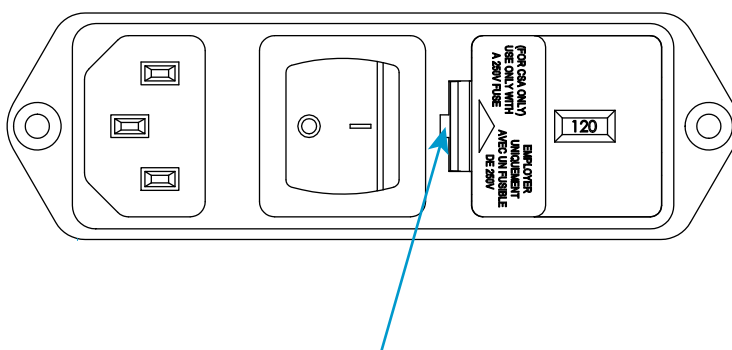

Figura 5. Estrazione del portafusibili
1. Accertarsi che l'interruttore di alimentazione sia in posizione Off (0) e scollegare il cavo dall'alimentazione. Verificare che nessun LED sia illuminato sul pannello di controllo del telaio.
2. Inserire un piccolo cacciavite a testa piatta nello slot indicato nella Figura 5 a pagina 42 ed estrarre il portafusibili.